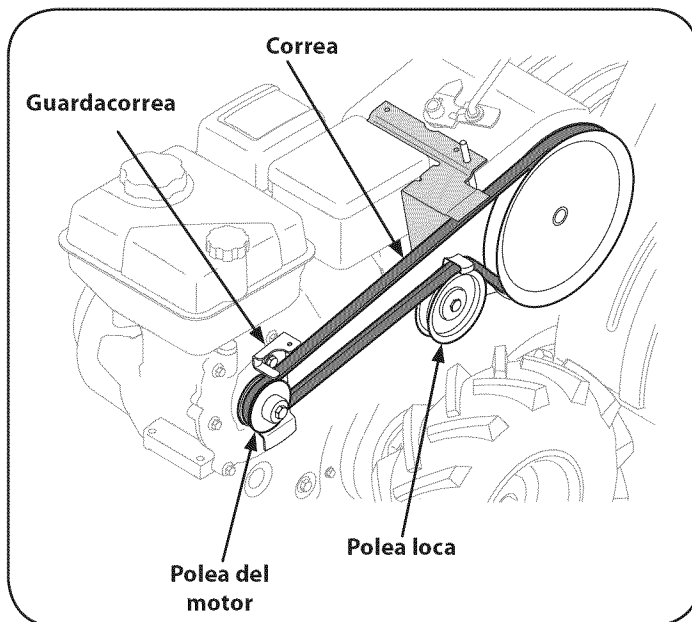

Figura 23
3. Retire el conjunto del guardacorreas de la correa ubicado detrás de la polea del motor extrayendo los dos pernos hexagonales y las arandelas de seguridad. Vea la Figura 23.
4. Extraiga la polea loca retirando el perno y la tuerca. Vea la Figura 23.
5. Extraiga la correa usada e instale una nueva. Siga las instrucciones en orden inversa para reinstalar el guardacorreas y la cubierta de la correa. Vea la Figura 23.